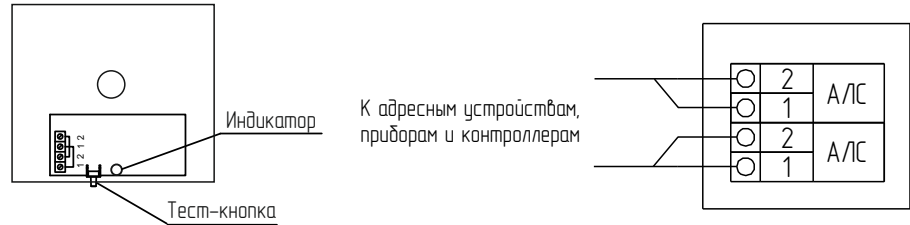

Рисунок 2
6.9 Подключить провода АЛС к клеммной колодке (рисунок 2). УДП подключается к прибору при помощи двух-проводной АЛС с номинальным сечением проводов от 0,35 до 1,5 мм².